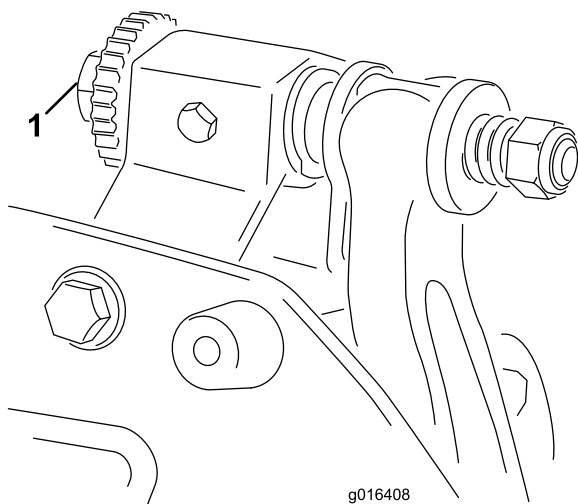

Figura 9
1. Coloque a máquina numa superfície de trabalho plana e nivelada. Não deixe que haja contacto com o cilindro, rodando os parafusos de ajuste da barra de apoio no sentido contrário ao dos ponteiros do relógio (Figura 9).